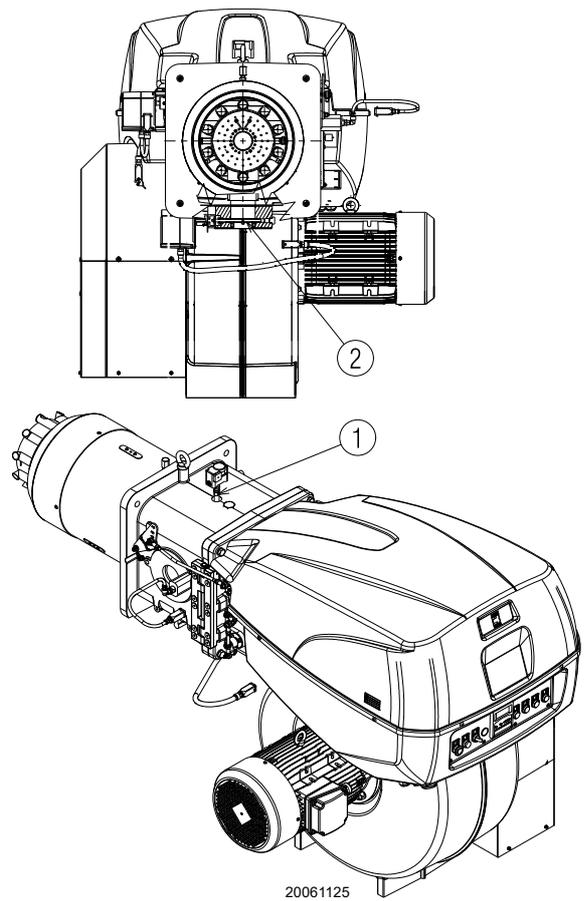

Abb. 22
Gasdruck, an der Entnahmestelle 1)(Abb. 22) gemessen mit:
Strömungsverlust Gasdrossel 2)(Abb. 22) bei maximaler Öffnung: 90°.
- Ziehen Sie vom Gasdruck am Anschluss 1)(Abb. 22) den Druck in der Brennkammer ab.
Gasdruck an der Entnahmestelle 1)(Abb. 22) = 58,2 mbar
Um stattdessen den an der Entnahmestelle 1) notwendigen Gasdruck zu ermitteln (Abb. 22), nachdem die höchste Modulationsleistung festgelegt wurde, bei der der Brenner arbeiten soll:
- Lesen Sie rechts, in Spalte 1, den Druck an der Entnahmestelle 1)(Abb. 22) ab.
An der Entnahmestelle 1)(Abb. 22) erforderlicher Druck.